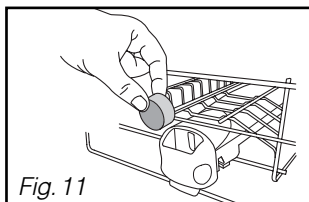
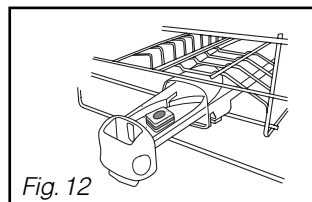

Fig. 11
Fig. 12
non multifonction dans le compartiment extérieur (Fig 11)
ou pour un fonctionnement optimal, tirez le tiroir du distributeur et disposez la pastille. (Fig 12)
• **Disposez la pastille** dans le compartiment extérieur (Fig 11), ou pour un résultat optimal, tirez le tiroir du distributeur et disposez la pastille à l'intérieur (Fig 12).